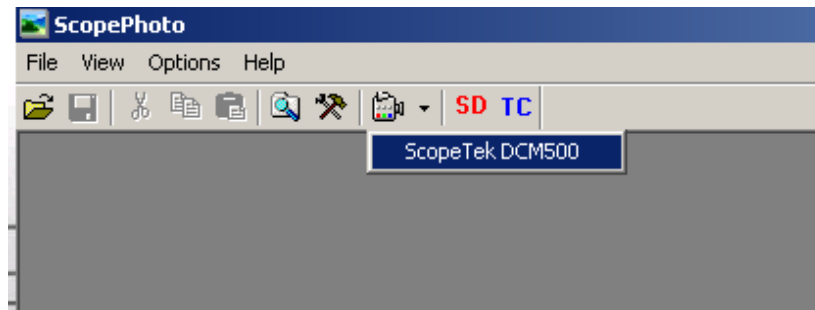

Рисунок 4.8 Вибір камери
7. Вибрати з меню «Live Capture» (ікона з зображенням відеокамери) модель використовуваної камери (рис.4.8).